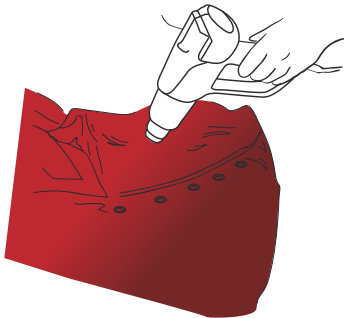

Figure 26
- › Puis chauffer à nouveau chaque rivet à 80-90 °C. (FIG. 26)